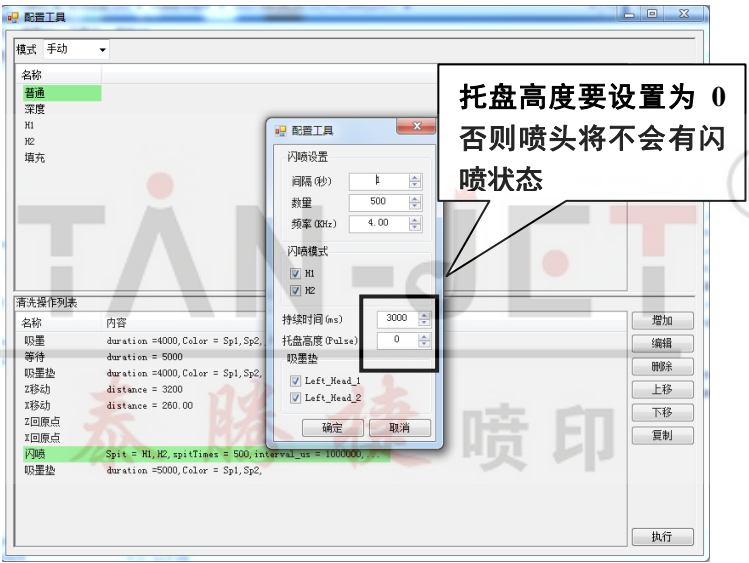

图 7.18 闪喷设置
9、鼠标左键双击“闪喷”根据如图 7.18 设置确定。鼠标左键单击鼠标点击闪喷—>执行,喷嘴闪喷墨水。托盘高度要设置为 0，持续时间为 3000ms。